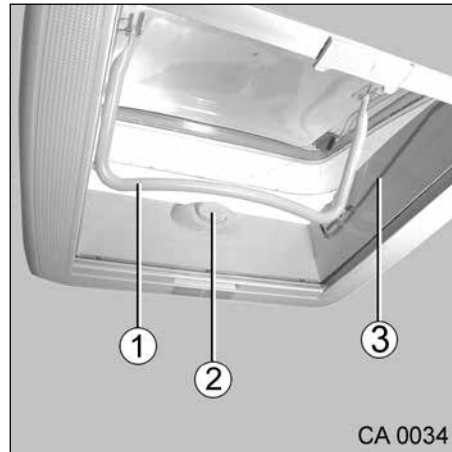

Fig. 44 Mini-Heki
1. Appuyer sur le bouton-poussoir (Fig. 44, pos. 2) et tirer simultanément l'étrier (Fig. 44, pos. 1) vers le bas dans la rainure de guidage (Fig. 44, pos. 3) en passant devant le bouton-poussoir (Fig. 44, pos. 2).
2. Verrouiller l'étrier (Fig. 44, pos. 1) au moyen du bouton-poussoir (Fig. 44, pos. 2).